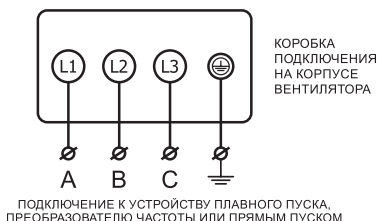

Рисунок 2
12.1 Заводское соединение обмоток двигателей предполагает их работу от трехфазной сети переменного тока с напряжением 380 В. Двигатели вентиляторов необходимо подключать в соответствии с разрешенной схемой соединения (см. рисунок 2).